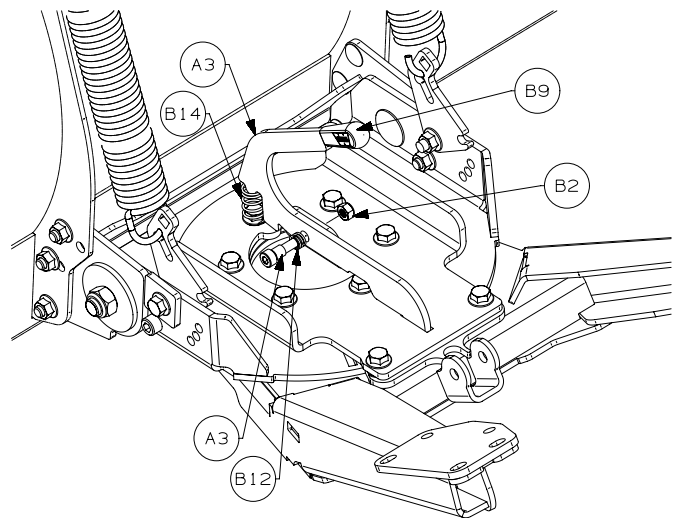

Abbildung 5
9. Drehen Sie den Sockel der Schubstange in die mittlere Position, wobei die hinteren Kerben der Schubstange ausgerichtet werden. Installieren Sie die Feder (B14) über der mittleren Schraube vorne an der Schubstange. Installieren Sie den Griff über der Feder und in der Schubstange. Richten Sie das Drehloch des Griffs aus und sichern Sie alle Komponenten mit Befestigern (B2, B12, B15). Siehe Abbildung 5. Ziehen Sie die Befestiger auf die angegebenen Drehmomente fest.